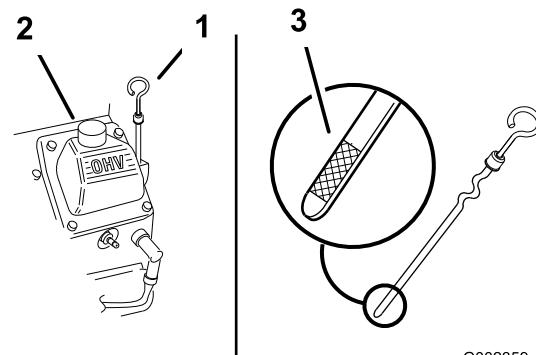

Figura 163
- Limpie el área alrededor del tapón de llenado y la varilla (Figura 163).